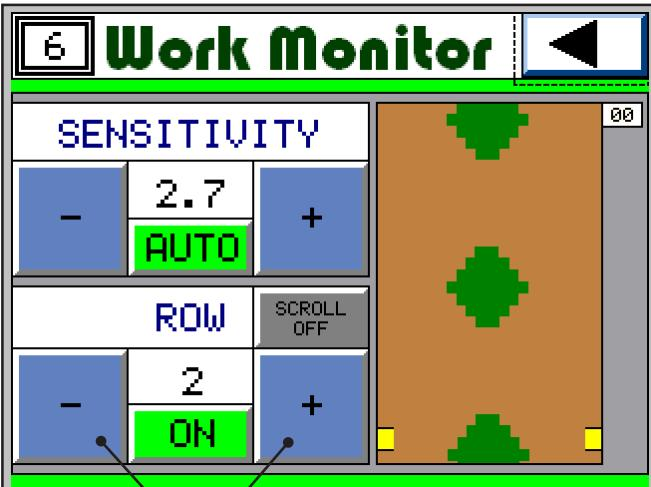
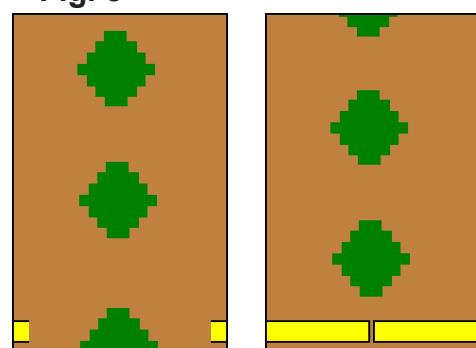

Fig. 8
Fig. 9
- 16) Nella pagina di **Fig. 8** si possono monitorare i lettori ottici che sono identificati da un numero. Esempio: la prima fila sarà indicata come ROW1; la seconda fila sarà indicata come ROW2, ecc... Se il rilevamento ottico è effettuato in modo corretto, si vedrà il terreno di colore marrone e al centro una serie ben definita di macchie verdi che corrispondono ai cespi (**Fig. 9**). Per cambiare fila, utilizzare i tasti + e - (Rif. **R**) del campo ROW.
- 16) In the page that shows in **Fig. 8** it is possible to check the optical bars that are identified by a number. Example: the first row will be indicated as ROW1; the second row will be indicated as ROW2, etc... If the optical survey is carried out in the right way, it will show the brown soil and in the center a series of well-defined green spots that correspond to the vegetable heads (**Fig. 9**). To change the row, use the buttons + and - (Rif. **R**) in the area ROW.
- 16) Dans la page **Fig. 8** on peut surveiller tous les lecteurs qui sont identifiés par un numéro (ex le rang 1 sera indiqué comme ROW 1, rang 2 = ROW2, etc). À droite de l'écran, si la lecture est bonne, on pourra voir le terrain de couleur marron et au centre une série bien définie de taches vertes (correspondants aux touffes) (Fig. 9). Pour changer d'un rang à l'autre utiliser les icônes + et - au-dessous (**R**) de ROW.
- 16) En la página de la (Fig. 8) se pueden controlar los lectores ópticos que están identificados con un número. Ejemplo: la primera hilera se indicará como ROW1; la segunda hilera se indicará como ROW2, etc. Si la detección óptica se ha efectuado de manera correcta, se verá el terreno de color marrón y en el centro una serie bien definida de máquinas verdes que corresponden a las plantas (Fig. 9). Para cambiar de hilera, utilice las teclas + y - (Ref. **R**) del campo ROW.